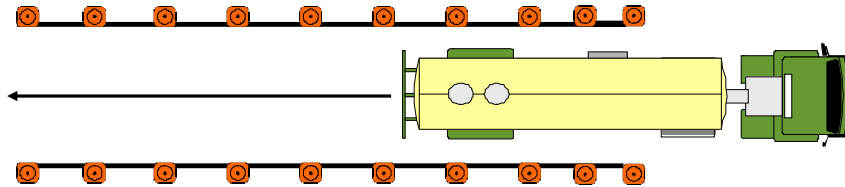

Figura 13.1
- ~ Estos ejercicios se desde la Figura 13.1 hasta la 13.6.